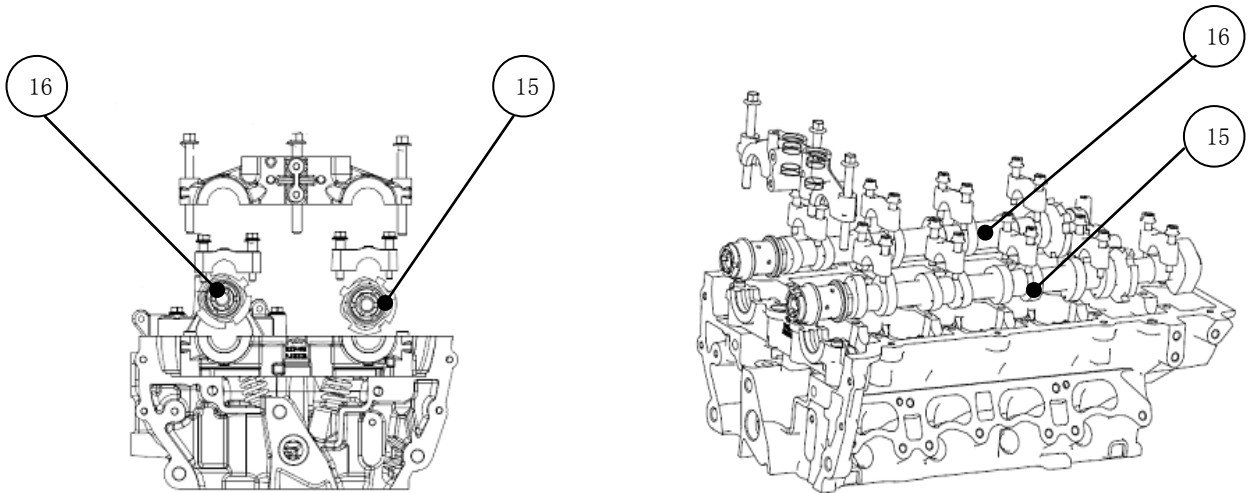

图 D-10 进、排气凸轮轴总成在缸盖上的装配
- 2)、缸盖缸体总成放在工作台上，拆下缸盖第一主轴承盖，排气第 2~4 轴承盖，进气第 2~5 轴承盖并按顺序放好，同时在缸盖凸轮轴轴承孔内加润滑油。手工放置进气凸轮轴总成⑮和排气凸轮轴总成⑯，如图 D-10 所示。